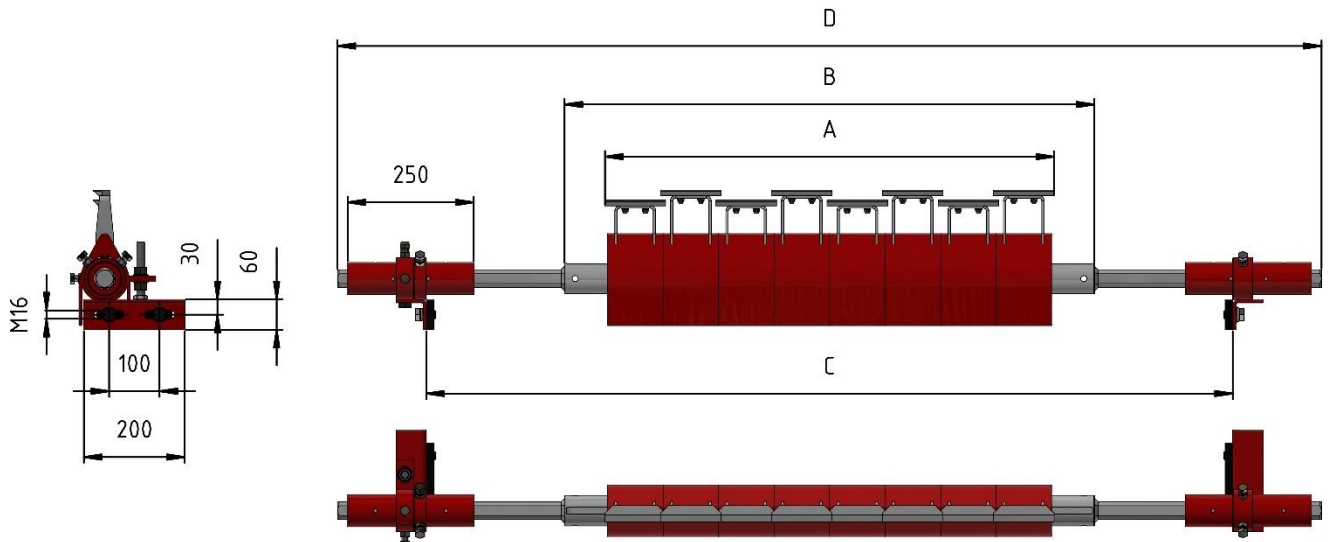

Bild 7
- Je nach Beschaffenheit der Anlage können die Spann-, Montage- und Tragkonsole **Pos. 1** und **2** außerhalb oder innerhalb des Bandgerüsts bzw. des Aufgabekastens angeordnet werden (Außen- bzw. Innenverlagerung; siehe **Bild 7**).